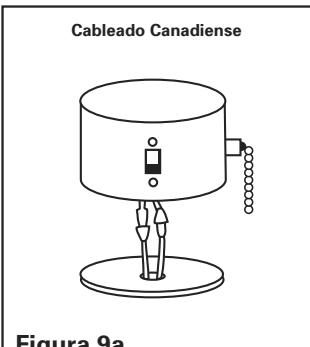

Figura 9a
5. NOTA: Para las especificaciones canadienses, por favor use el sistema de enchufe (Vea la figura 9a). Si está usando un ventilador con especificación UL, por favor corte los enchufes y haga el cableado usando tuerca para cable proporcionadas junto con el ventilador
7. NOTA: Para las especificaciones canadienses, por favor use el sistema de enchufe (Vea la figura 9a). Si está usando un ventilador con especificación UL, por favor corte los enchufes y haga el cableado usando conectores de cable.